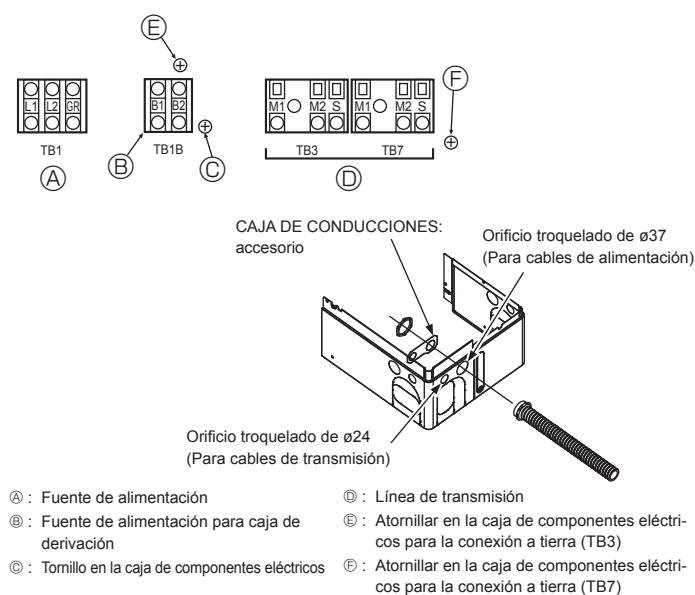

Fig. 6-1
- ⑩ Antes de activar la unidad exterior, compruebe que haya activado las unidades interiores y las cajas de derivación.
6.2. Caja de control y posición de conexión de los cables (Fig. 6-1)